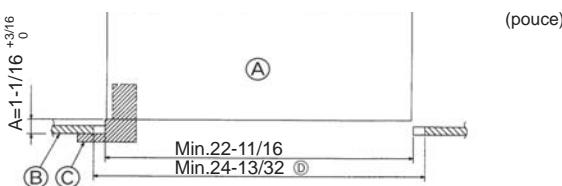

Fig. 7-2
①	Grille	1	650 x 650 , 25-19/32 x 25-19/32
②	Vis avec rondelle captive	4	M5 x 0,8 x 25, M5 x 1/32 x 31/32
③	Jauge	1
④	Attache	2
⑤	Courroie	2
7.2. Préparation avant d'attacher la grille (Fig. 7-2)